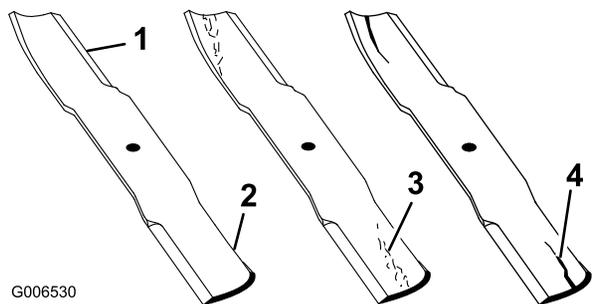

Figura 47
1. Controllate i taglienti (Figura 47). Se i taglienti non sono affilati o mostrano delle tacche, togliete le lame e affilatele. Vedere Affilatura delle lame.
2. Controllate le lame, in particolare l'area curva (Figura 47). In caso di incrinature, usura o
scanalature nell'area (voce 3 in Figura 47) montate immediatamente una nuova lama.
Se la lama rimane in posizione orizzontale, è bilanciata e può essere utilizzata. Se la lama non è bilanciata, limate del metallo soltanto dalla costa (Figura 47). Ripetete la procedura finché la lama non è perfettamente bilanciata.